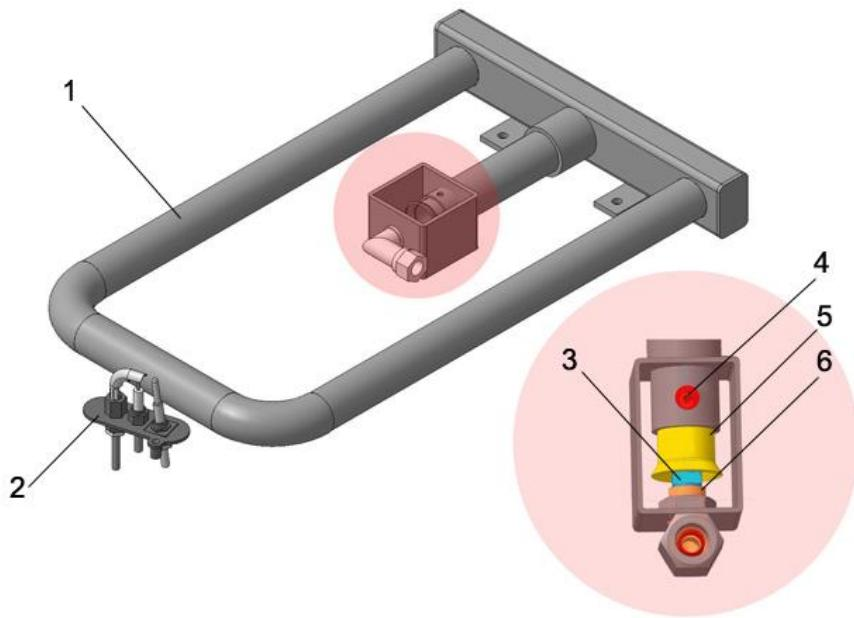
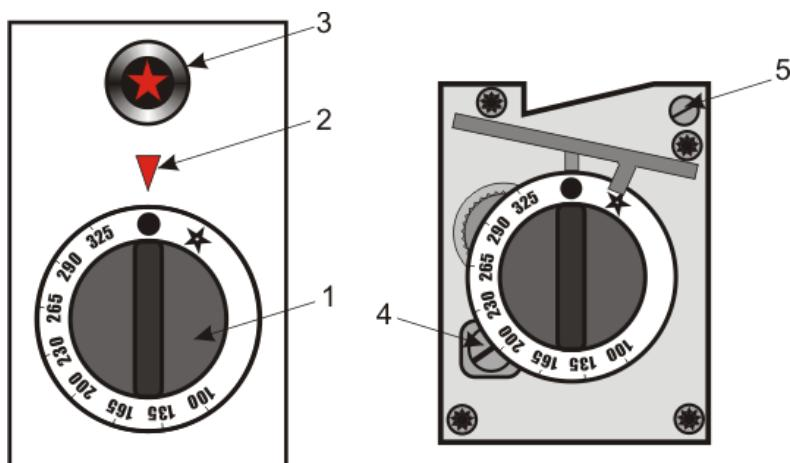

Рис.5. Общая конструкция горелок духового шкафа
Рис.6. Конструкция крана духового шкафа
- Найдите смеситель горелки (рис.5). Снимите крышку со смесителя, выкрутив крепежный винт.
- Ослабьте винт 4 (рис.5) и, перемещая цилиндр шибера 5 (рис.5), добейтесь нормального горения пламени.
- При достижении нормального пламени горелки закрепите шибер, затянув винт 4 (рис.5).
- Закрутите регулировочный винт 4 (рис.6) **по часовой стрелке до упора**.
- Открутите регулировочный винт 4 (рис.6) **против часовой стрелки** на 1-2 оборота (в зависимости от типа газа), тем самым подав газ на основную горелку. Горелка должна загореться от запальника (для лучшего распространения пламени можно подуть на неё).
- Далее, закручивая регулировочный винт 4 (рис.6) **по часовой стрелке**, тем самым уменьшая подачу газа, добейтесь минимального пламени на горелке.
С помощью регулировочного винта 5 (см. рис.6) осуществляется регулировка подачи газа на запальную горелку духового шкафа. При повороте регулировочного винта по ходу часовой стрелки подача газа на запальную горелку уменьшается, при повороте против хода часовой стрелки – увеличивается.
- Ослабьте винт крепления цилиндра шибера 4 (рис.6) и сдвиньте шибер 5 (рис.5).
- На место старого сопла вверните сопло 3 (рис.5), соответствующее используемому виду газа, согласно табл. 4.
- Верните шибер на место и зафиксируйте винт 4 (рис. 5).
- Выкрутить два винта крепления крышки крана 2 (рис.5) и извлечь пробку крана из корпуса.